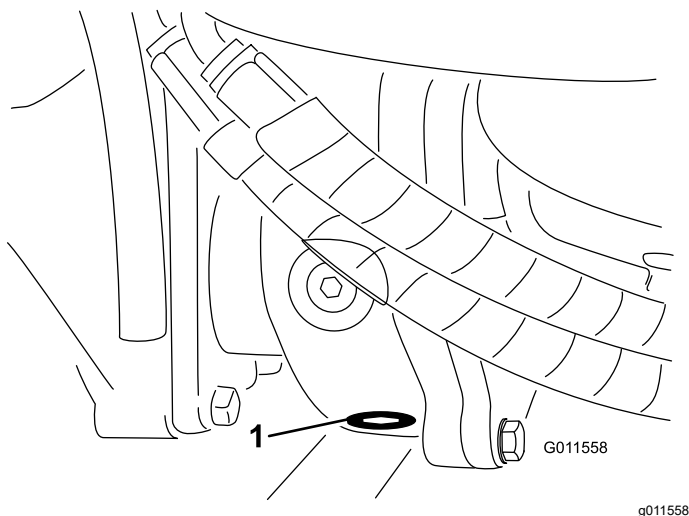

Figura 72
5. Limpie la zona alrededor del tapón de vaciado en la parte inferior de la caja de engranajes (Figura 72).